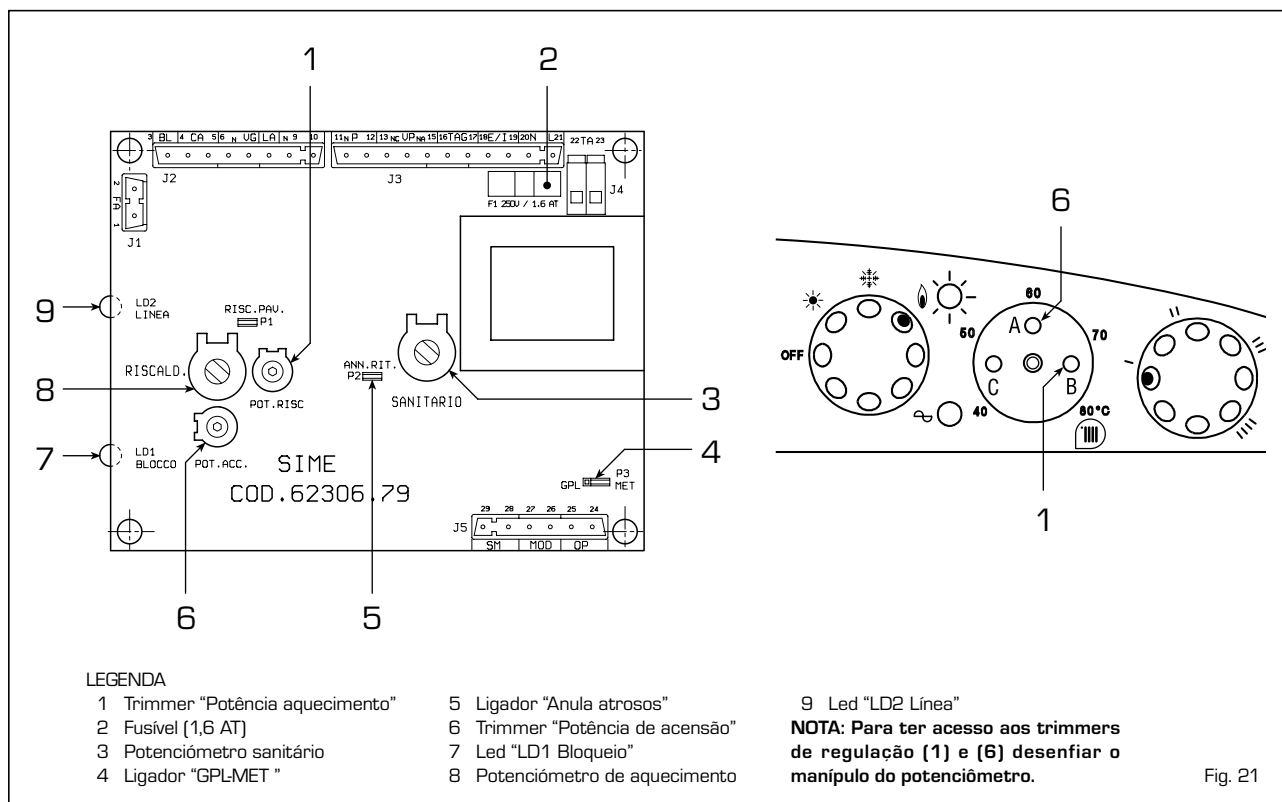

Fig. 21
A potência do aquecimento pode ser seleccionada segundo as exigências da instalação utilizando o trimmer (1 fig. 21). Ao início de cada ciclo de trabalho, depois do período de lenta acensão, que dura uns 5 segundos, a caldeira trabalha á potência de aquecimento seleccionada.
A placa electrónica está equipada com leds de controle que assinalam um irregular e/ou não correcto funcionamento do aparelho. Os leds estão colocados na placa como indica a fig. 21 e diferenciam-se da seguinte forma:
- Trimmer “POT. RISC.” (1 fig. 21)
- **Trimmer "POT. ACC."** (6 fig. 21)
- **Ligador "GPL-MET"** (4 fig. 21)
- **Ligador "ANN. RIT."** (5 fig. 21)